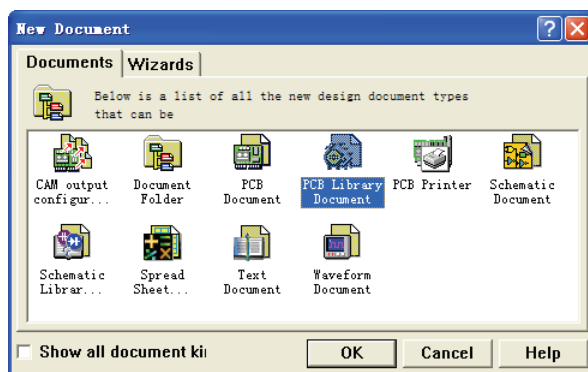

图 6-26 “New Document”对话框
(1) 执行“File”→“New”菜单命令，显示如图 6-26 所示的“New Document”对话框。